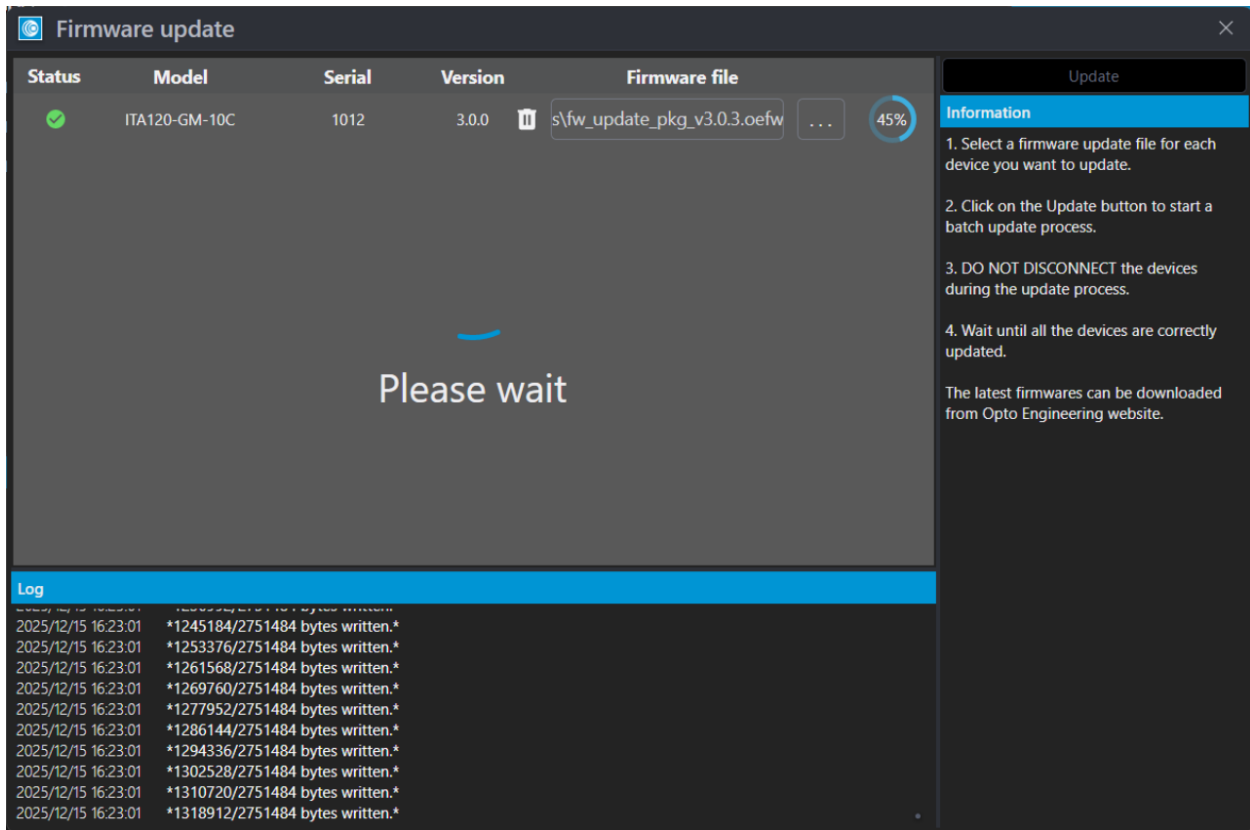

Figure 33: 固件更新进行中。
3. 更新过程中请勿断开或关闭设备电源（Fig.33）。LED闪烁表示相机正在向闪存写入数据。